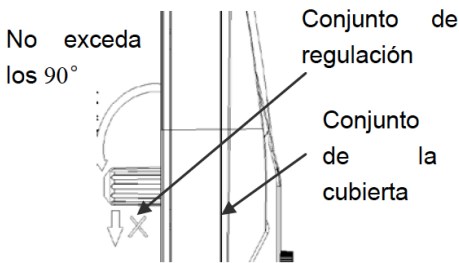
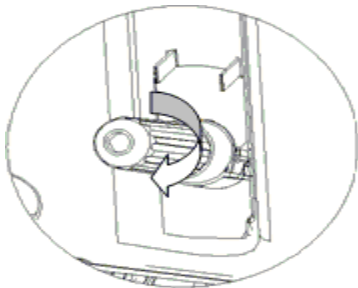

Figura 15
Figura 17
4. Afloje la funda de la botella de CO2 (como se muestra en la figura 15), inserte un cartucho de CO2 de 16 gramos en la funda (Figura 16), y el tornillo de la cubierta firmemente hasta que se oye un "click" (Figura 17), lo que indica que el cierre de cartucho se ha perforado y el gas de CO2 puede fluir en el barril libremente. Asegúrese que la funda de la botella se fije firmemente para evitar la fuga de CO2. A continuación, coloque la botella de CO2 en la funda de la cubierta superior.